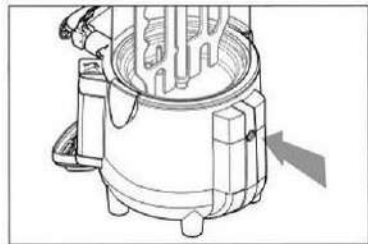

Abb. 3
5. Drücken Sie mit einem geeigneten Werkzeug die Reset-Taste (Abb. 3).